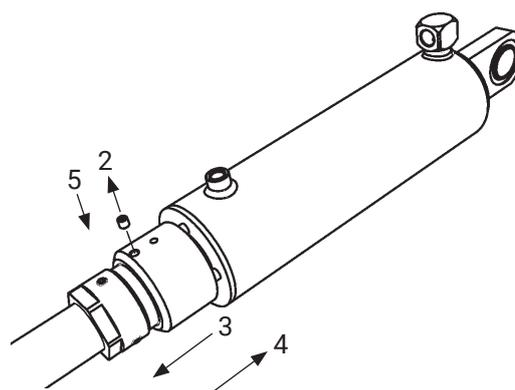

Figure 45. Bague et vis de blocage
2. Desserrer la vis de verrouillage de l'arrêt (2). Dévisser complètement la bague en direction de la plate-forme (3). Figure 45.
4. Ajuster la bague contre le sommet du vérin (4). Figure 45.
5. Serrer la vis de verrouillage jusqu'à la borne (5). Voir l'image. Figure 45.